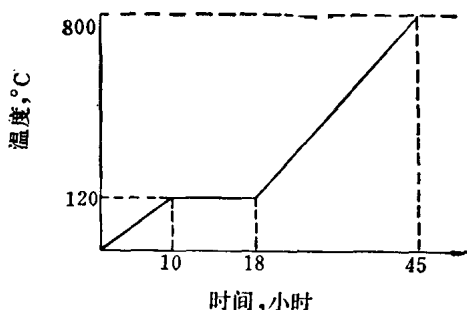

图 1 天然气加压蒸汽转化催化剂升温曲线
(1) 以氮气或惰性气体作升温介质。如无惰性气体，低温时也可用天然气或空气作升温介质，除必要的安全措施外，在催化剂层达 300°C 前应切换蒸汽。升温速度以满足整个炉子和管子的升温要求为准，或按图 1 的曲线升温：